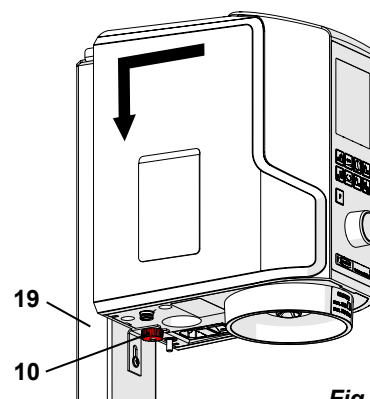

Fig. 3
- ⇒ Fissare l'apparecchio con il dado zigrinato (10, Fig. 3).